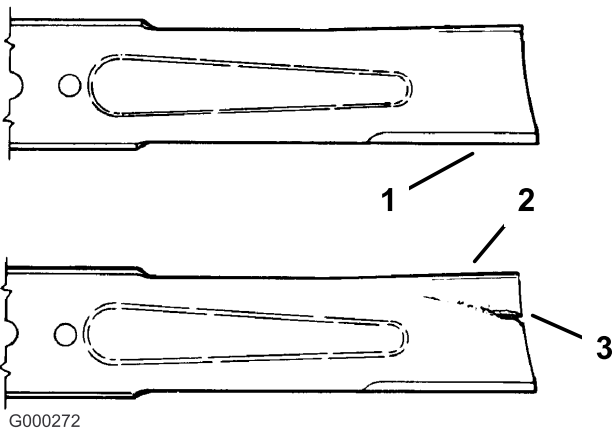

Figure 75
1. Examinez le tranchant des lames (Figure 75). Si les lames ne sont pas tranchantes ou si elles présentent des indentations, déposez-les et aiguisiez-les (voir Aiguisage des lames).
2. Inspectez les lames, surtout la partie incurvée (Figure 75). Remplacez immédiatement toute lame endommagée, usée ou qui présente une entaille (Figure 75).